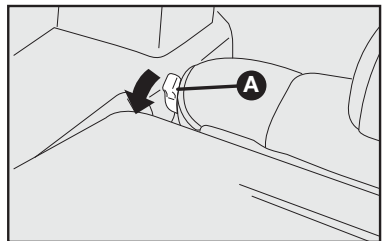

fig. 97
4) Desencaixar o encosto, movendo as alavancas laterais **A-fig. 97** no sentido da seta.
Para isso, destravar a alavanca da direita ou da esquerda **A-fig. 97** e rebater para a frente o encosto até obter uma única superfície de carga.